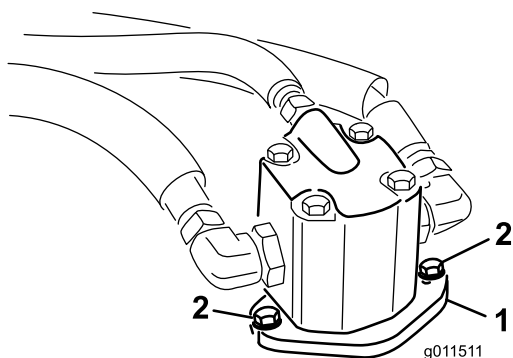

Figura 73
- Retire os parafusos que fixam o motor hidráulico à plataforma do cortador (Figura 73).